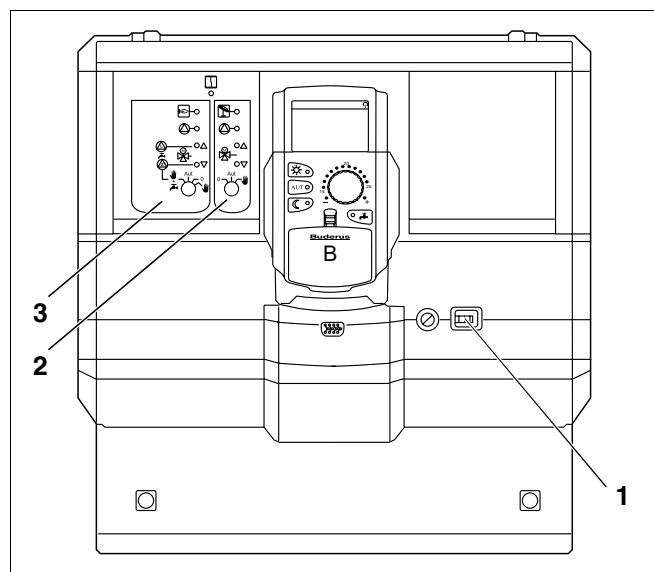

Рис. 1 Logamatic 4111
- Включить систему управления пусковым выключателем (рис. 1, поз. 1).
- Перевести отопительный контур 1 (и, если имеется, контур ГВС) (рис. 1, поз. 3) в ручной режим, установив переключатель в положение  или .
- Для отопительного контура (рис. 1, поз. 2) перевести переключатель в положение .